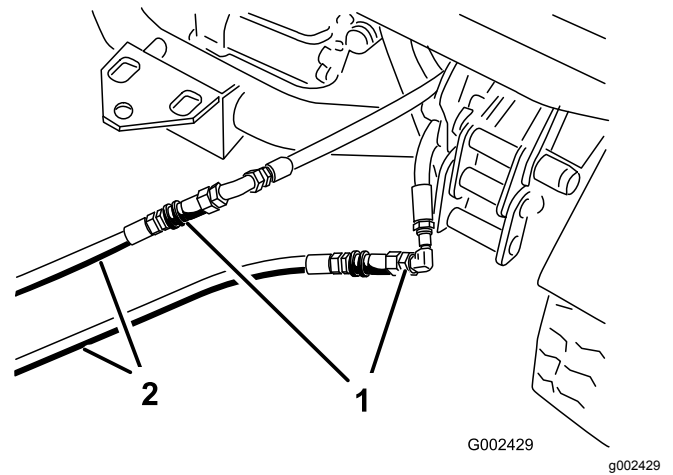

Figura 85
3. Sul veicolo in panne collegate i due tubi d'intervento ai tubi scollegati in precedenza (Figura 85).